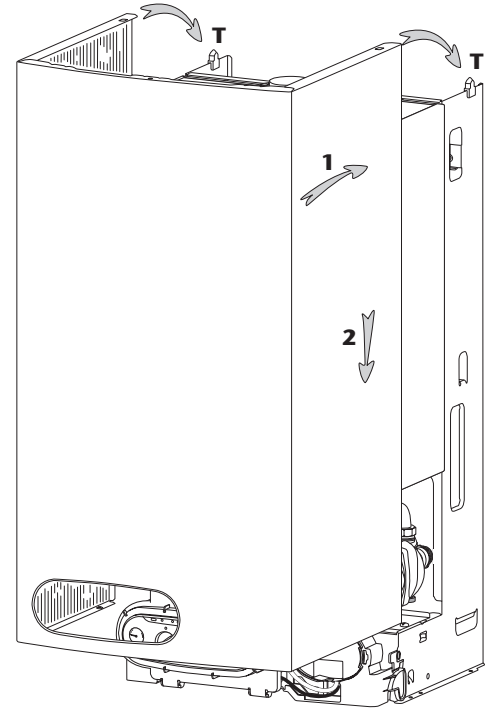

Fig. 18
- présenter l'habillage (fig. 18)